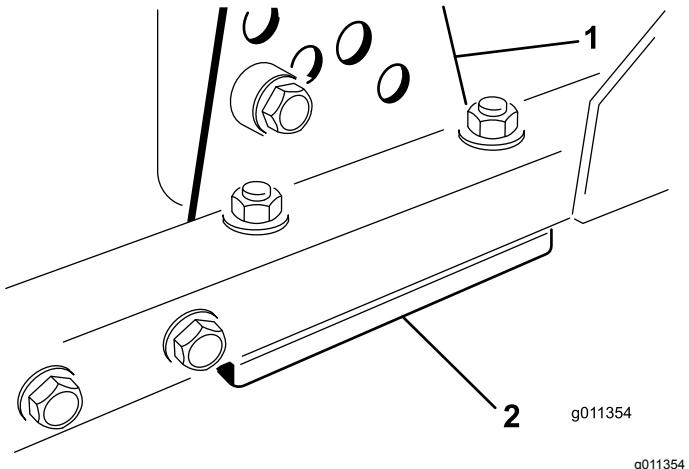

Figura 123
1. Togliete la staffa dell'altezza di taglio (anteriore, sinistra o destra) dal telaio dell'apparato di taglio (Figura 123).
2. Regolate gli spessori da 1,5 mm e/o gli spessori da 0,7 mm tra il telaio dell'apparato di taglio e la staffa per ottenere l'impostazione dell'altezza desiderata (Figura 123).